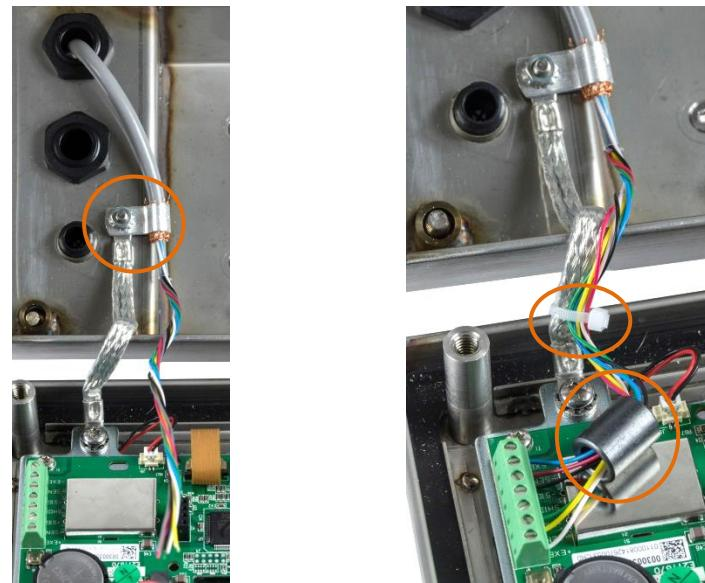

Figura 2-32: Instalação da Ferrite do Cabo da Célula de Carga Analógica e do Terra do Chassi, IND236.
- Conekte o clipe de aterramento usando o parafuso de fixação da dobradiça do gabinete, como mostrado na Figura 2-32 (esquerda).